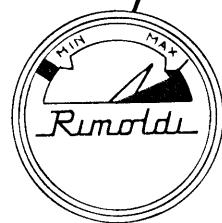

Fig. 5
2. Versare nel foro (per il rifornimento completo) circa 750 grammi di olio e controllare che la lancetta dell'indicatore livello (fig. 5), posto sulla parte inferiore del montante della testa, raggiunga la posizione MAX. Tenere presente che il movimento della lancetta avviene dopo che sono stati versati circa i 2/3 della capacità della bacinella.
2. For filling completely pour approx. 750 grams of oil into the hole and check that the pointer of the oil level indicator (fig. 5) on the lower front of the machine reaches the MAX position. N.B. - The pointer starts moving after the sump is about two-thirds full.